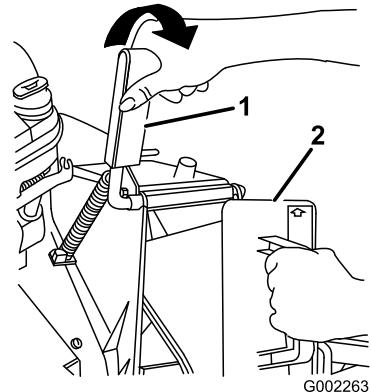

Figura 7
1. Abra la puerta de descarga tirando del manillar hacia atrás (Figura 7). Mientras inserta el tapón, sujeté el tirador de la puerta para evitar que el muelle cierre la puerta.
2. Puesto que el tapón es algo más ancho que la abertura del conducto de descarga, gire el tapón ligeramente en el sentido de las agujas del reloj al insertarlo (Figura 7).